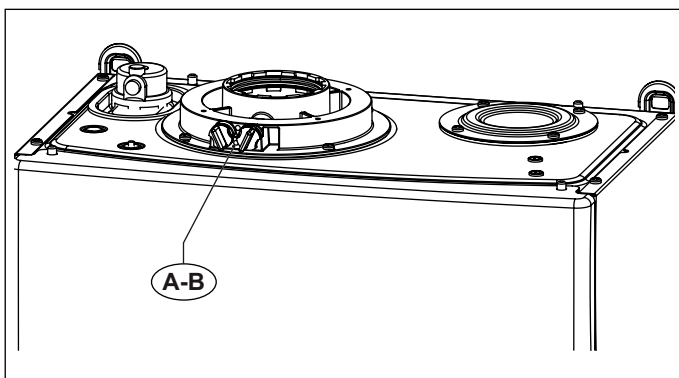
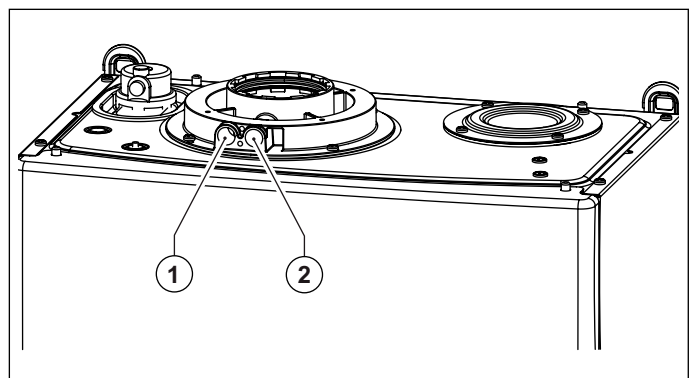

Fig. 15 Poziția bușoanelor
Fig. 16 Poziția orificiilor
Centrala termică este prevăzută cu un turn pentru racordarea conductelor de aspirație aer/evacuare gaze arse (vezi Fig. 15 Poziția bușoanelor și Fig. 16 Poziția orificiilor).
În turn au fost prevăzute orificii pentru accesul direct al aerului de combustie și pentru evacuarea gazelor arse (vezi Fig. 16 Poziția orificiilor).
Înainte de a efectua măsurătorile înlăturați bușoanele **A|B** și **B** din orificiile prevăzute pe turn (vezi Fig. 15 Poziția bușoanelor).
- măsurarea aerului de combustie preluat din orificiul **1** (vezi Fig. 16 Poziția orificiilor).
- măsurarea temperaturii gazelor arse și a CO₂ prelevat din orificiul **2** (vezi Fig. 16 Poziția orificiilor).
Cablurile termostatului trebuie conectate la bornele (1) și (2) ale plăcuței electronice (vezi Fig. 16 Schema electrică RTFS și Fig. 20 Schema electrică CTFS) după ce a fost eliminată puntea furnizată cu centrala termică. *Scheme electrice*) după ce a fost eliminată puntea furnizată cu centrala termică.